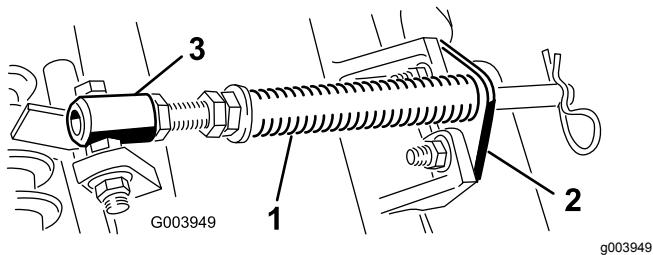

Figura 5
A. Togliete i due bulloni a testa tonda e i dadi che fissano la staffa dell'asta alle alette degli elementi di taglio (Figura 5).
B. Rimuovete il dado flangiato che fissa il bullone del tubo della molla all'alella del telaio portante (Figura 5). Rimuovete il gruppo.